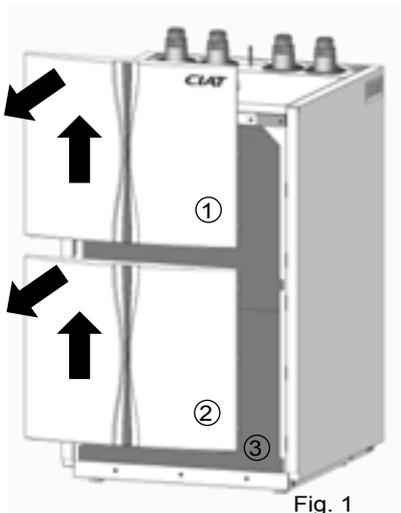

Fig. 1
- 1- Ôter les 2 panneaux décors face avant (Fig.1) en commençant par le n°① puis par le n°②. Tirer vers le haut le panneau afin de le sortir des encoches de maintien.
- 2- Retirer délicatement la protection acoustique de la face avant glissée dans les rails du châssis (③ Fig.1).